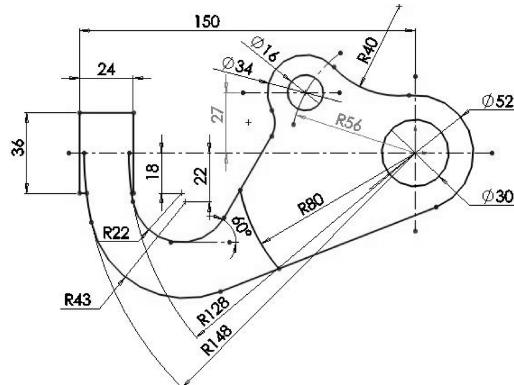

图 2-157 绘制完成的手柄支架草图
- 25 使用【显示/删除几何关系】工具，删除除中心线外其余草图图线的几何关系。然后对草图进行尺寸约束，结果如图 2-157 所示。